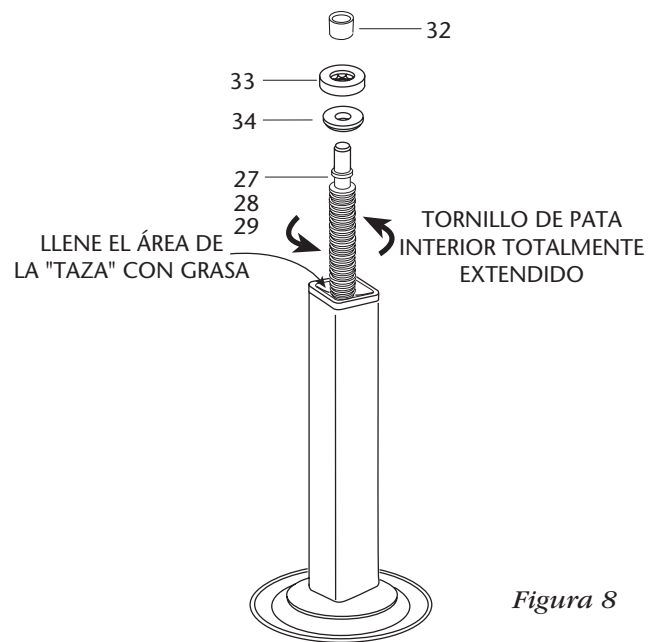

Figura 8
3. Gire el tornillo de elevación en el sentido contrario a las agujas del reloj hasta que esté completamente extendido, luego llene el área de la "copa" de la tuerca de elevación con grasa como se muestra en **Figura 8**.